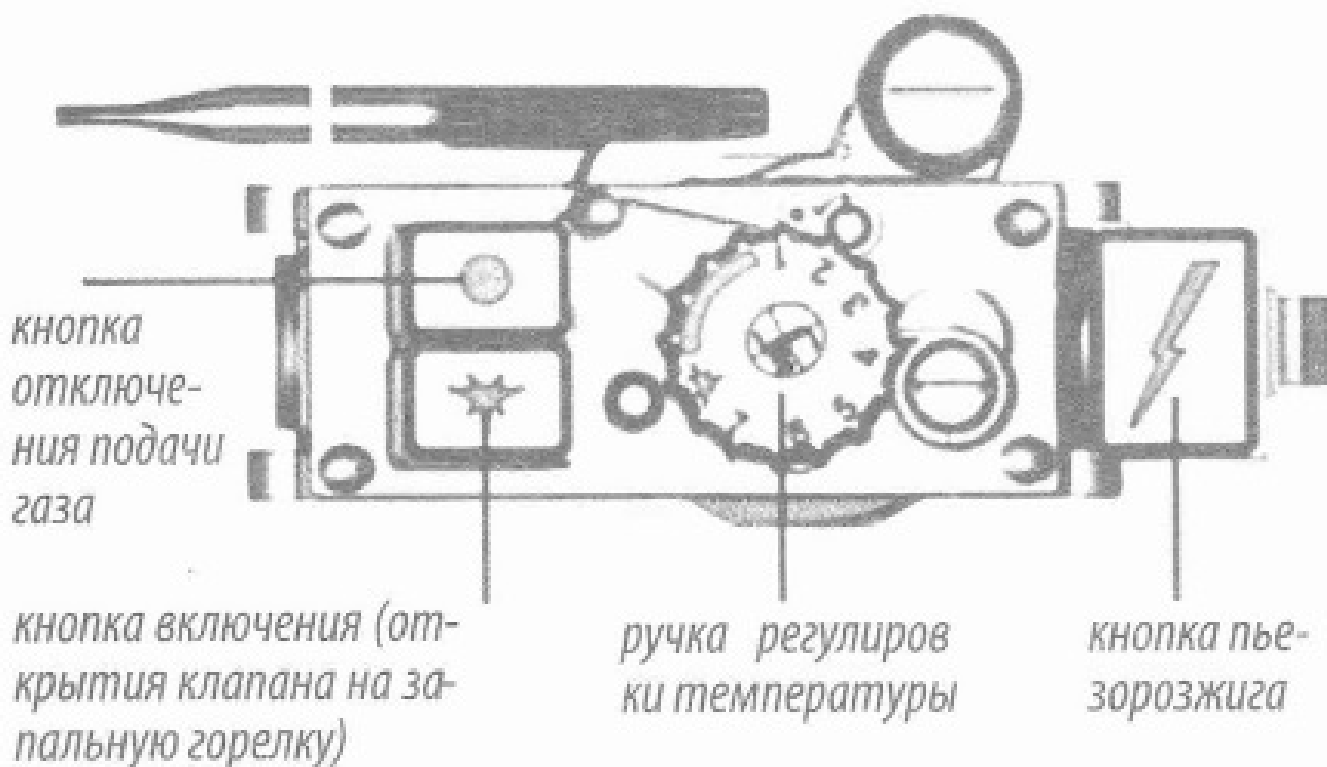

Рис. 9. Элементы управления КОГВ «STRATTOS» 20-30 кВт..
- 8.3.1. Установить ручку задания температуры по часовой стрелке в положение «Отключено» (см. рис.9).